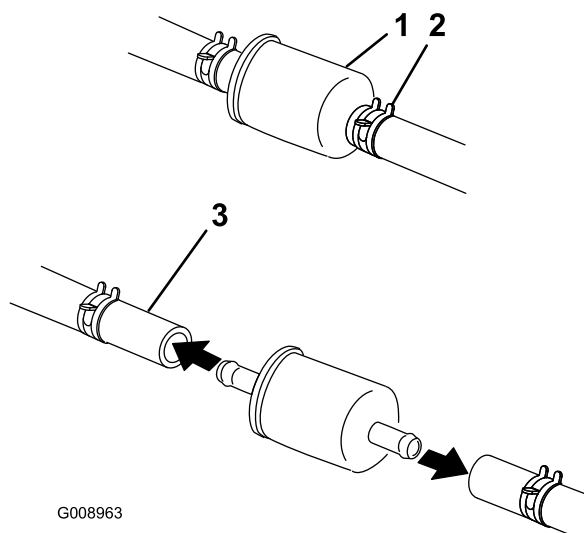

Figure 38
5. Pincez les extrémités des colliers et éloignez les colliers du filtre (Figure 38).
7. Posez un filtre neuf et rapprochez les colliers de fixation du filtre (Figure 38).